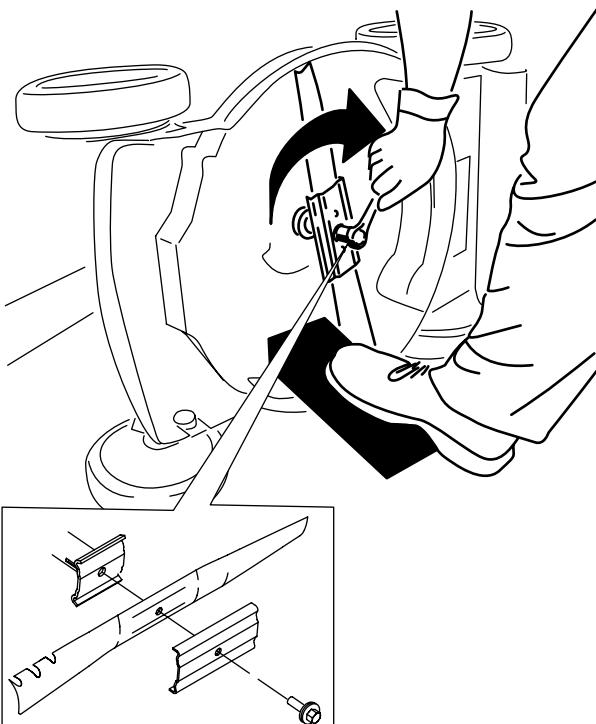

Figura 33
- Instale la cuchilla nueva y todos los herrajes de montaje (Figura 33).